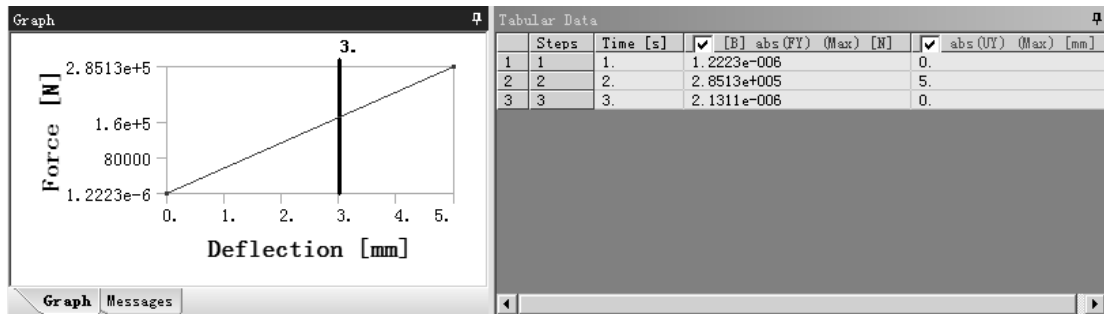

图 9.7.33 FY 与 UY（力与位移）之间的关系图表
(1) 插入 Chart。在工具栏中单击“New Chart and Table”按钮 ，弹出“Details of 'Chart'”对话框。
(2) 选取对象。单击以激活 **Definition** 区域 **Outline Selection** 后的文本框，在“Outline”窗口中选取 **abs(FY)** 和 **abs(UY)** 为对象，单击 **Apply** 按钮确认。
(3) 定义设置。（注：本步的详细操作过程请参见随书光盘中 video/ch09.07 文件下的语音视频讲解文件“nonlinear_analysis-r05.exe”。）
(4) 查看图表结果。展开“Graph”窗口，观察到 FY 与 UY（力与位移）之间的关系为一直线，即两者为线性关系，如图 9.7.33 所示。
求解完成后，图 9.7.33 所示的力-位移之间的关系呈一条倾斜直线，说明二者成正比例关系，此时可以将结构看成是一等效的弹簧，且在此过程中基本无塑性变形。